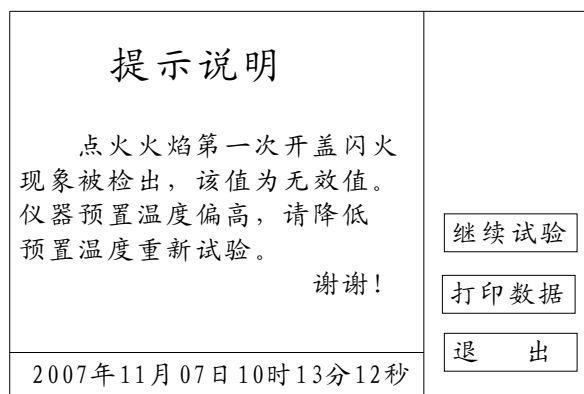

图 13
- 1、当温度达到预闪点时第一次开盖被检出计算机自动判别为无效值终止, 试验臂自动上升, 数据不被锁存, 重新试验见图 13。